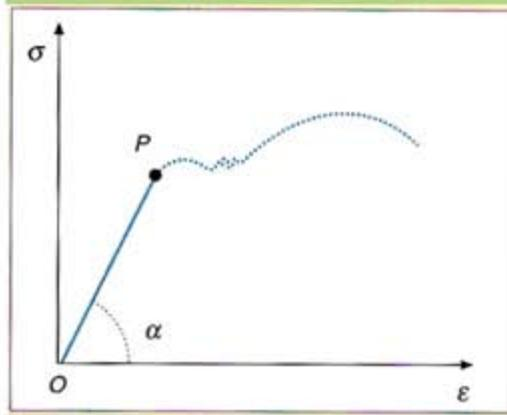

Fig. 1.25. Diagrama  $\sigma - \epsilon$ .
- Si se aplica en el diagrama  $\sigma - \epsilon$ , se obtiene (Fig. 1.25):  $\sigma/\epsilon = \text{constante} = E$